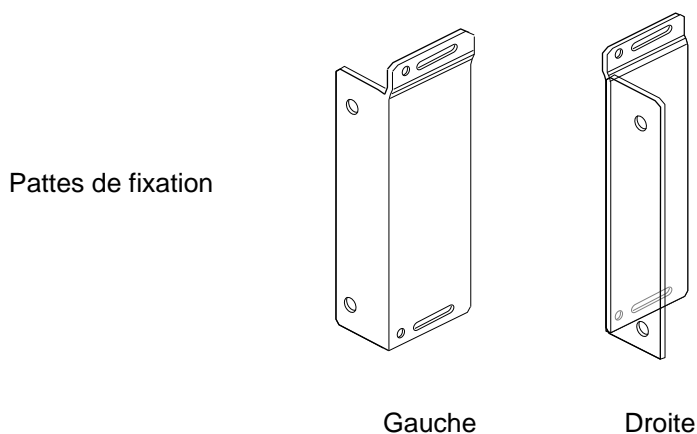

Figure 3-2 Pattes de fixation de l'Origin200
- Il existe deux pattes de fixation, une pour le côté gauche, et l'autre pour le côté droit. Marquées respectivement par les lettres "L" et "R", elles ne sont pas interchangeables (voir Figure 3-2).